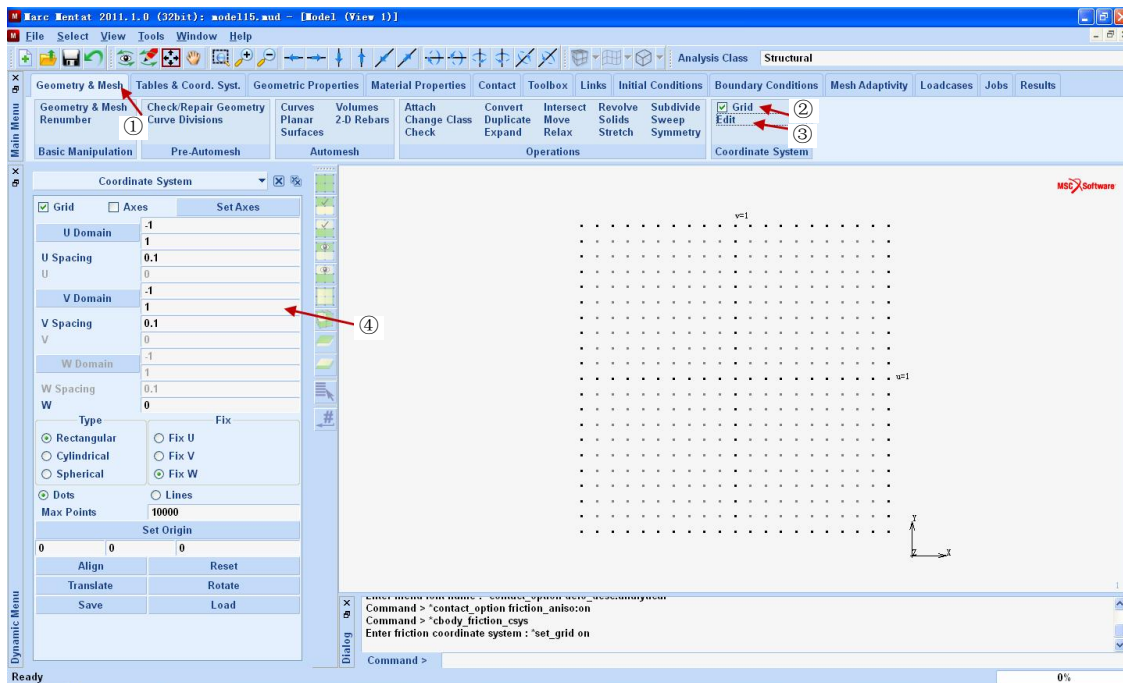

图 3-10 格栅定义对话框以及格栅显示
格栅的显示分两步，首先必须单击格栅显示按钮，然后设置合适的格栅参数，如大小、间隔等。格栅的定义按钮在 Geometry & Mesh 主菜单的子菜单最末一个，如图 3-10 所示。操作时依次单击①Geometry & Mesh→②Grid，激活 Grid 按钮后，在图形区将显示出一个田字型的格栅，默认格栅大小为 ± 1 ，格栅点之间的间隔为 0.1。当格栅尺寸需要修改时，单击图 3-10 中所示的③Edit，然后在图中④所指的动态菜单区进行格栅显示区域的大小和间隔设置。格栅